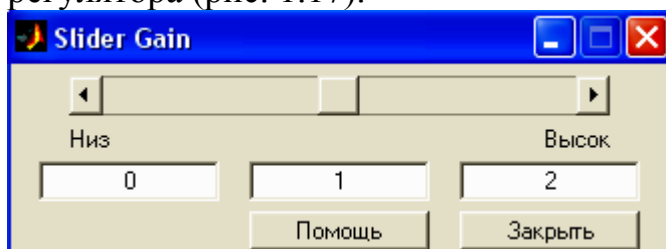

Рис. 1.17. Параметры настройки блока Slider Gain
9. Блок Slider Gain – предназначен для изменения коэффициента усиления. Данный блок является одним из элементов взаимодействия пользователя с моделью в процессе моделирования. В активном состоянии блок представляет собой диалоговое окно, обеспечивающее установку значения некоторого параметра модели с помощью «ползункового» регулятора (рис. 1.17).